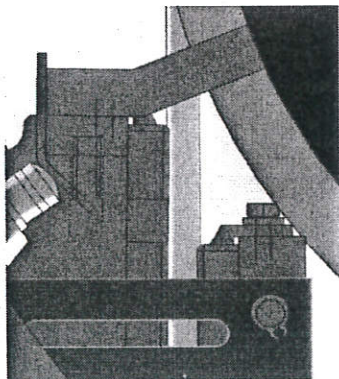

图 4
2.2.2.6 调整限速器钢丝绳位置。调整限速器位置使限速器钢丝绳不擦碰闸瓦, 且位于两闸瓦中间, 并与闸瓦保持平行(参见图 4)。